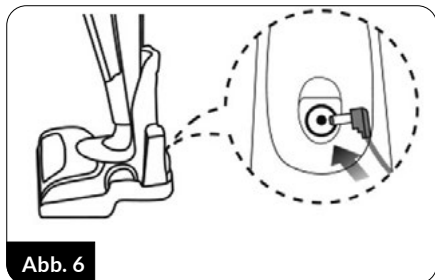

Abb. 6
1. Das Ladekabel (17) in den Stecker für das Ladegerät (20) an der Dockstation schieben (Abb. 6).